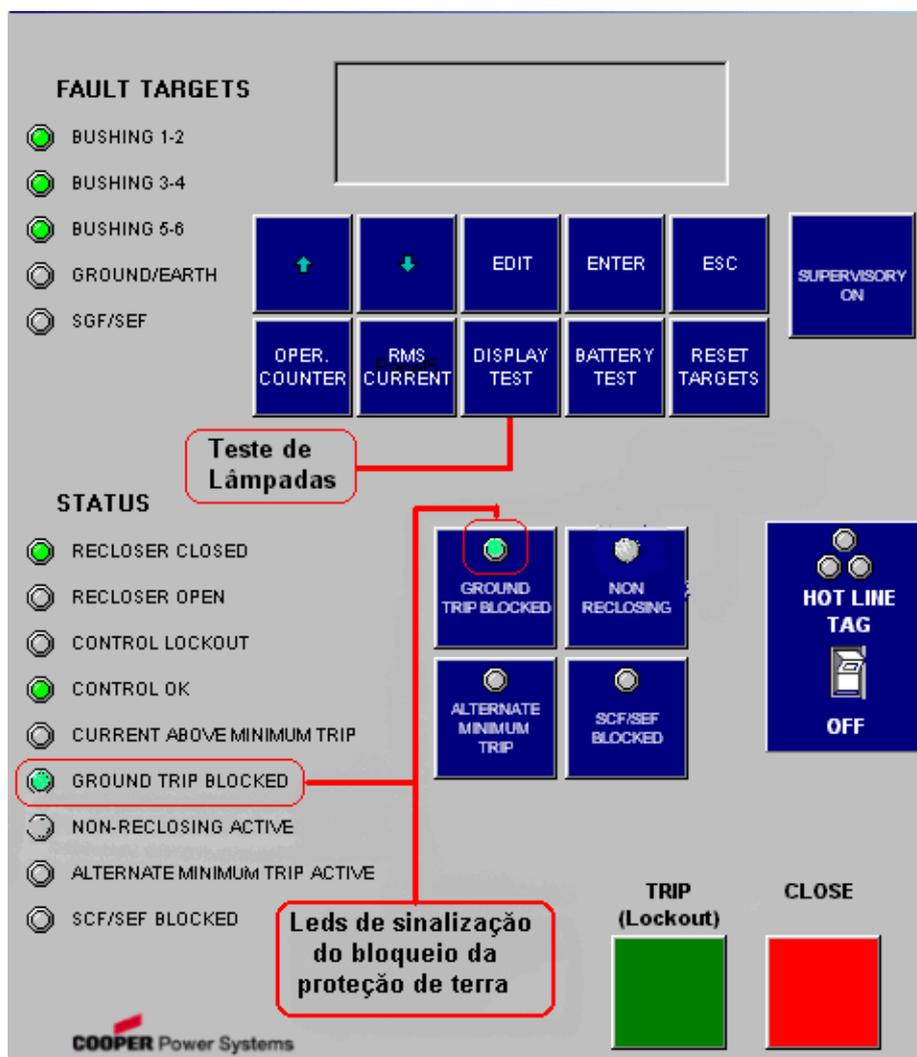

Figura 4 – Religador com controle FXB.
4.4.1. Bloqueio da Proteção de Terra (Vide Figura 4)
4.4.2. Desbloqueio da Proteção de Terra (Vide Figura 4)